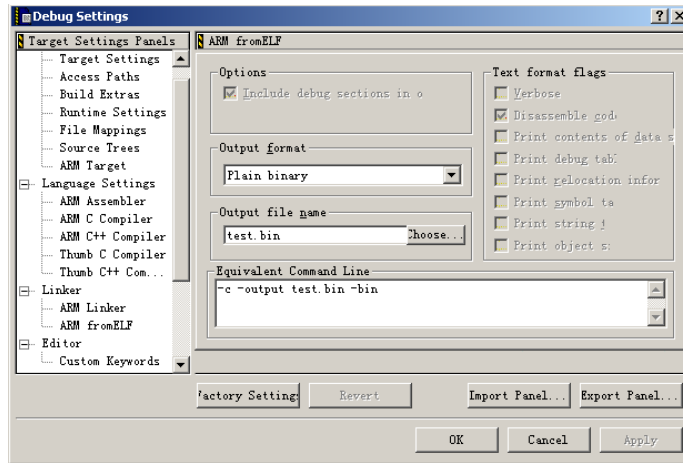

图 2-16 设置输出文件名
(6) 在“Debug Setting”对话框中单击左栏的“ARM fromELF”选项，在“Output file name”栏中设置输出文件名*.bin，前缀名可以自己取，在“Output format”栏中选择“Plain binary”，这是设置要下载到 Flash 中的二进制文件。在图 2-16 中使用的是 test.bin。